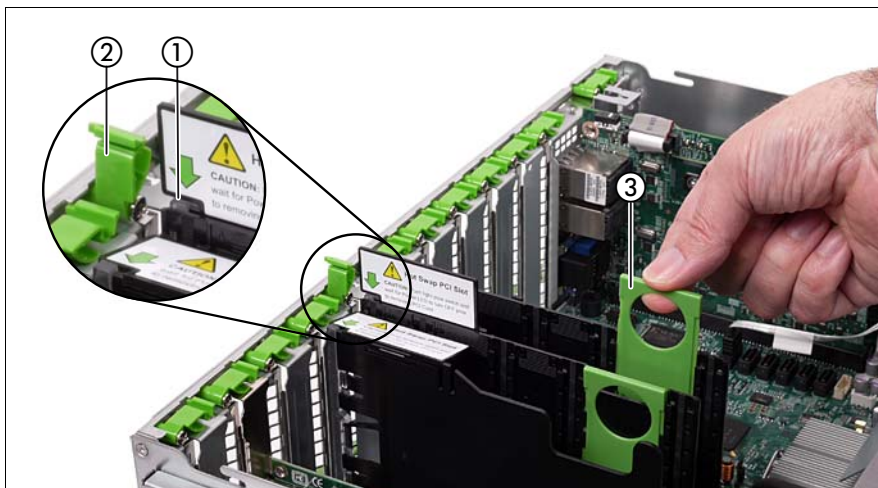

図 23: ボードの非アクティブ化、ロック解除、取り外し
- ▶ 拡張カードロックを折りたたんで閉じます (99 ページ の図 23 の位置 #2 を参照)。拡張カードロックが固定されていることを確認します。
- ▶ 拡張カードは、対応する PCI ホットプラグソフトウェアを使用するか、またはライトパイプスイッチ (99 ページ の図 23 の位置 #1 を参照) を押してアクティブにできます。